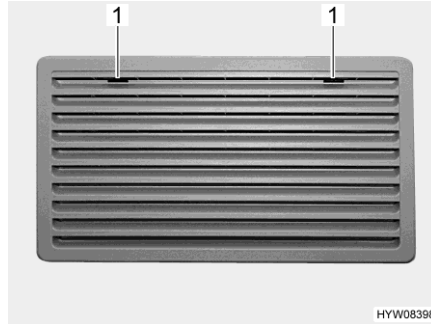
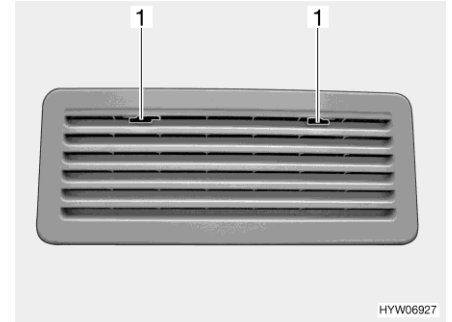

Bild 161 Kylskåpets ventilationsgaller (Thetford stort)
Bild 162 Kylskåpets ventilationsgaller (Thetford litet)
- Skjut spärren (Bild 161,1 eller Bild 162,1) till mitten.